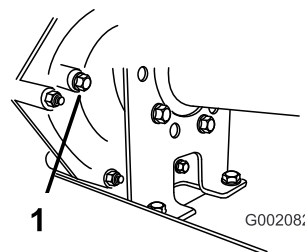

Figura 55
- Rimuovete il bullone dal foro di indicazione del livello (Figura 55).